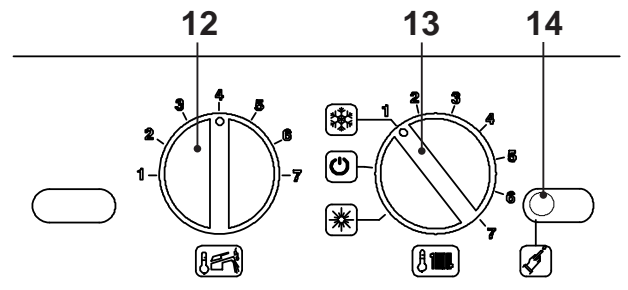

Fig. 5.33
- Prima di alimentare elettricamente la caldaia posizionare le manopole 12 e 13 come indicato in Fig. 5.33.
- Per settare il funzionamento con Termostato bisogna entrare nella programmazione premendo per 10 secondi il pulsante di ripristino 14, in Fig. 5.33 fino alla comparsa del parametro **P01** sul display LCD; sul display LCD compare la seguente visualizzazione (la sequenza **P01** si alterna -- -- --).
- Premere più volte il pulsante di ripristino 14, in Fig. 5.33 per lo scorrimento dei vari parametri, sino al raggiungimento del parametro **P03**, valido per la verifica del funzionamento del bollitore con termostato. Il valore che si visualizza nel LCD è già impostato e deve essere **04**.
- Per settare il funzionamento con Sonda NTC bisogna entrare nella programmazione premendo per 10 secondi il pulsante di ripristino 14, in Fig. 5.33 fino alla comparsa del parametro **P01** sul display LCD; sul display LCD compare la seguente visualizzazione (la sequenza **P01** si alterna ---).
- Premere più volte il pulsante di ripristino 14, in Fig. 5.33 per lo scorrimento dei vari
- Il valore che si visualizza nel LCD è **04**, ruotare la manopola settaggio caldaia 12 in Fig. 5.33, portandola al minimo.
La seguente tabella mette in correlazione il settaggio della manopola caldaia 12 in Fig. 5.33 con la visualizzazione presente nel LCD per il parametro **P03**.
- Ripremere il pulsante di ripristino 14 per entrare nella programmazione **P04**, il valore di partenza visualizzato dal LCD è **04**, ruotare la manopola di settaggio caldaia 12 in Fig. 5.33 di 90° in senso orario, il valore visualizzato dal display LCD derivante da questa operazione sarà **04**.
La seguente tabella mette in correlazione il settaggio della manopola caldaia 12 in Fig. 5.33 con la visualizzazione presente nel LCD per il parametro **P04**.